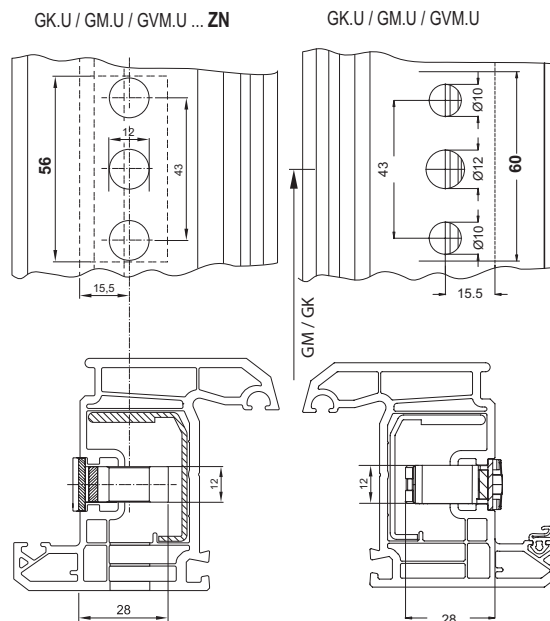

Рисунок 3: Чертеж паза для cassette засова запора с дорнмасом = 15,5 мм
- Сверление отверстий под ручку смотрите рис. 3. Паз для cassette засова фрезеровать со стороны фурнитурного паза (Рис. 3).